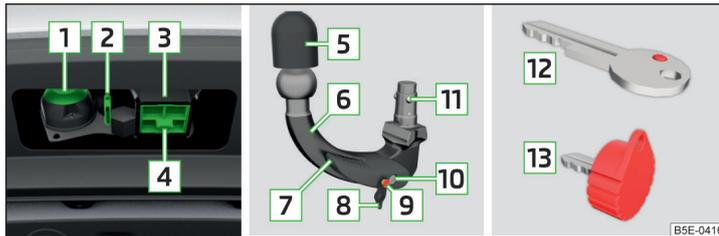

Abb. 178 Träger der Anhängervorrichtung / Kugelstange / Schlüssel (Vari-ante 1 und 2)
**Träger der Anhängervorrichtung und Kugelstange » Abb. 178**
- Die Abdeckkappe für den Aufnahmeschacht **4** » Abb. 178 auf Seite 173 nach unten abziehen.